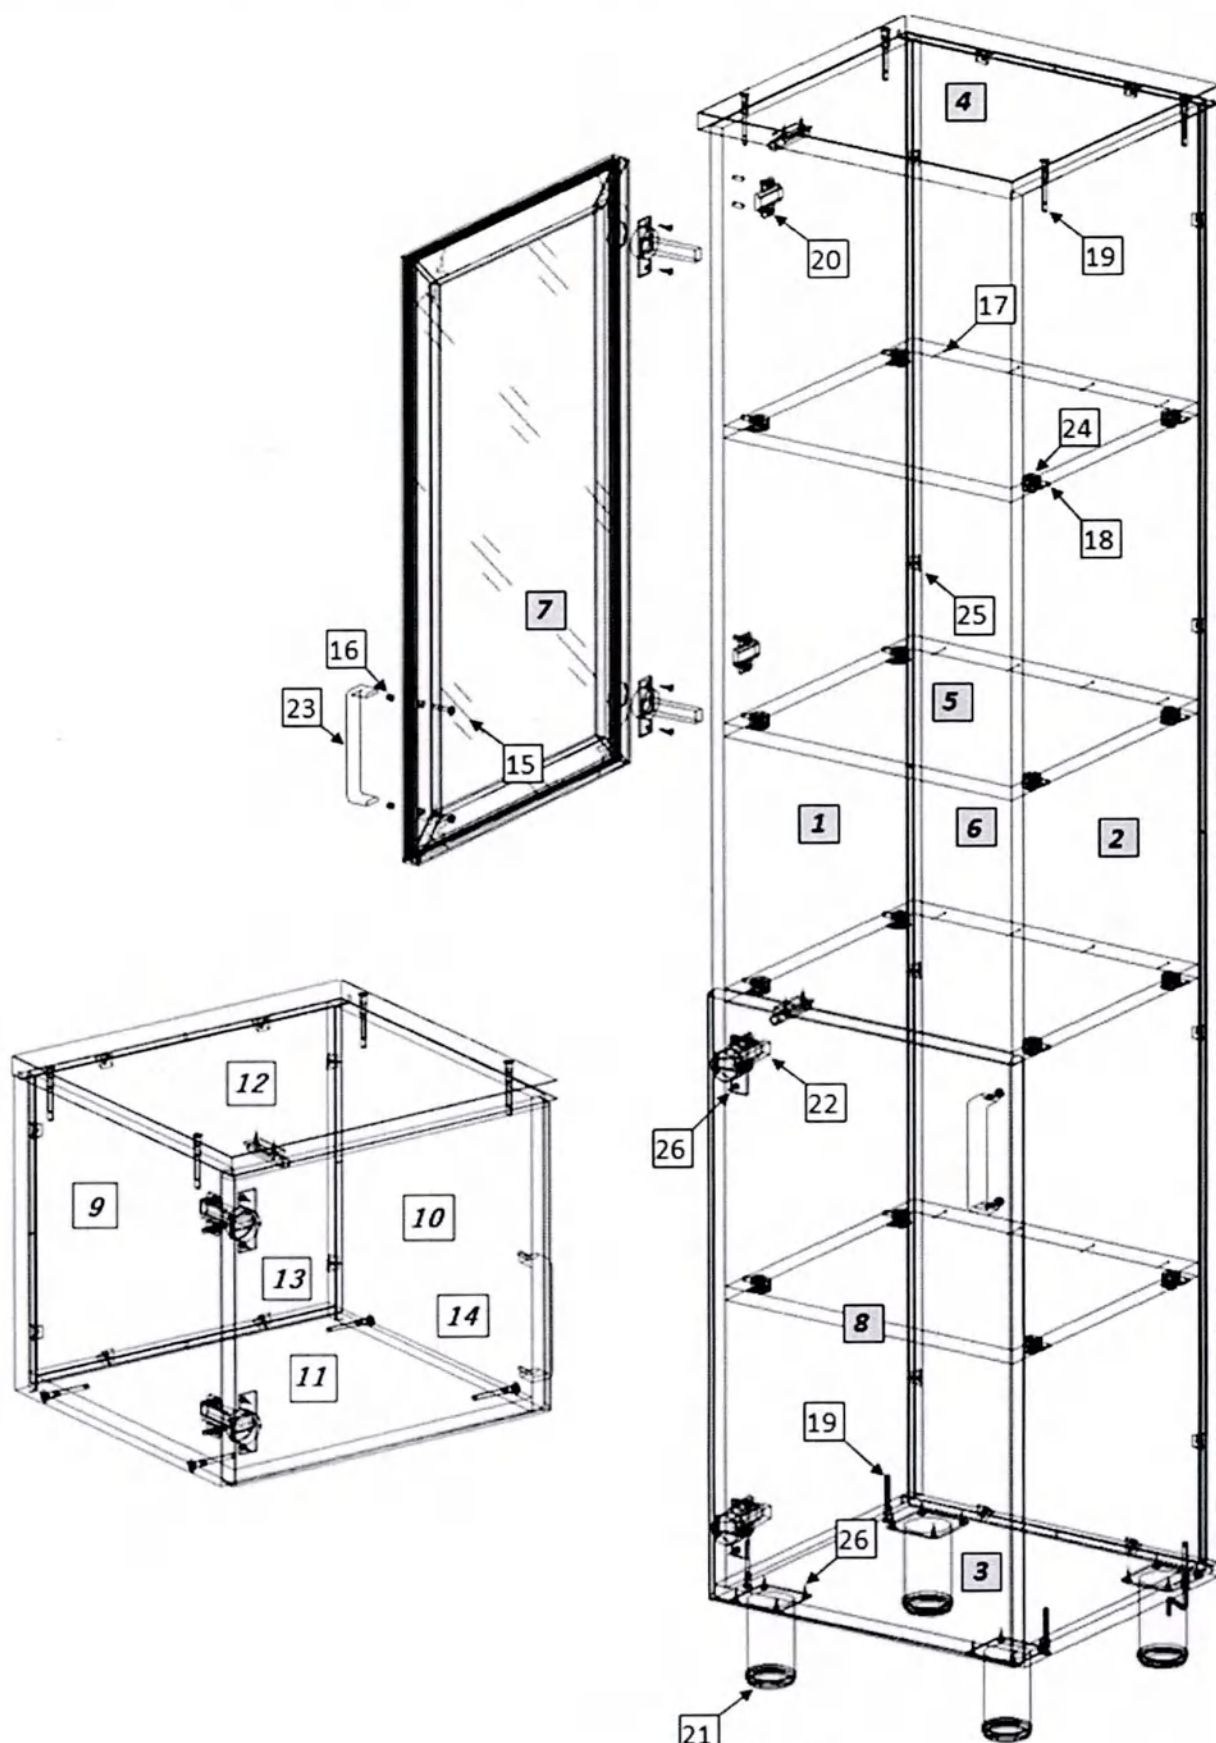

Рис. 1
1. Внимательно ознакомьтесь со схемой сборки, изображённой на рис. 1, сверяясь со спецификацией на изделие. Согласно схеме и спецификации определите расположение деталей в изделии и порядок их сборки. Сборка производится на ровном полу, укрытом материалом, предотвращающим повреждение покрытия пола и деталей мебели. Подготовьте необходимые для сборки инструменты – плоскую и крестовую отвёртки, молоток, рулетку или линейку, шуруповёрт.
2. На боковых стенках (1,2) установите ввинчиваемые дюбели эксцентриковых стяжек (12); установите монтажные планки петель (14). На горизонтальных стенках (5) установите эксцентриковые стяжки (18). Евровинтами (13) соедините боковые стенки (1,2) с горизонтальной нижней стенкой (3) и крышкой (4), установив в пазы заднюю стенку (6). Закрепите заднюю стенку в пазах уголками (19). Установите и закрепите горизонтальные стенки (5), гвоздями (11) зафиксируйте к ним заднюю стенку. На горизонтальной нижней стенке (3) шурупами (20) закрепите опоры (15).
3. На дверях (7,8) шурупами 4x16 (20) закрепите петли (16), установите ручки (17). Для правильной установки ручки на фасад из алюминиевого профиля, в отверстия в стекле должны быть установлены втулки (10), ручка крепится винтами (9) (усилие не должно быть чрезмерным, чтобы избежать повреждения стекла). Закрепите двери к боковой стенке шкафа. Отрегулируйте положение дверей винтами петель.